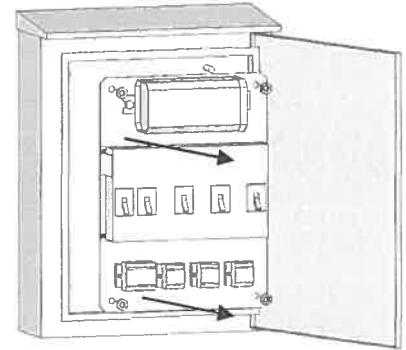

図1
① 内器とボックスを接続しているアース線を外し、内器をボックスから取り外してください。〈図1〉